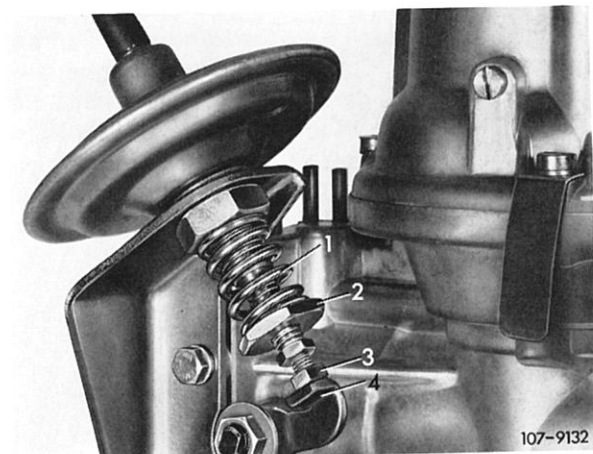

Bild 07-3/15
2 Bei Leerlaufdrehzahl des Motors Einstellmutter (2) so einstellen, daß zwischen Einstellschraube (3) und dem Drosselklappenhebel (4) ein Spiel von 0,5 mm ist (Bild 07-3/15).